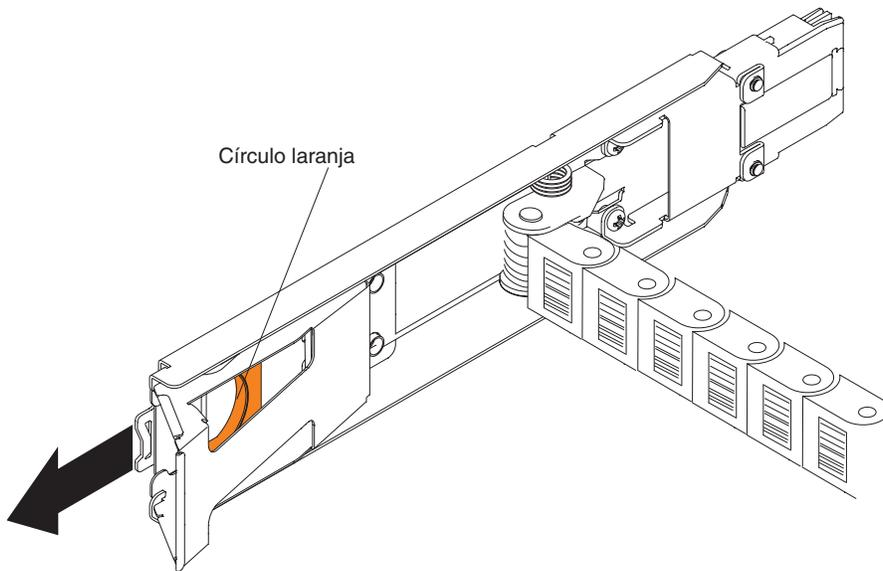

Figura 84. Suporte de montagem vertical que se conecta ao midplane
- c. Desconecte o suporte de montagem da cadeia de cabos direita do midplane. Insira o dedo no círculo laranja (consulte a Figura 84 na página 132) e puxe o suporte de montagem completamente para fora do gabinete de expansão de armazenamento. Se necessário, use uma lanterna para ver o círculo laranja.